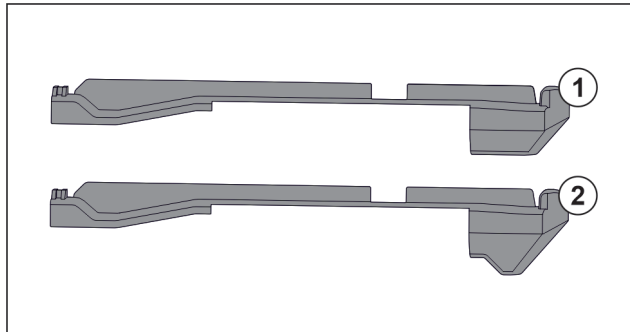

Fig. 141 Confronto degli elementi inseribili
Nell'apparecchiatura si trovano due diversi elementi inseribili. L'elemento inseribile sopra il cassetto più in basso Fig. 141 (2) presenta un bordo triangolare. Tutti gli altri elementi inseribili Fig. 141 (1) dispongono di un bordo dritto.
- ▶ Applicare l'elemento inseribile Fig. 141 (2) con il bordo triangolare sopra il cassetto più in basso.
- ▶ Applicare l'elemento inseribile Fig. 141 (1) con il bordo dritto su tutti gli altri punti.